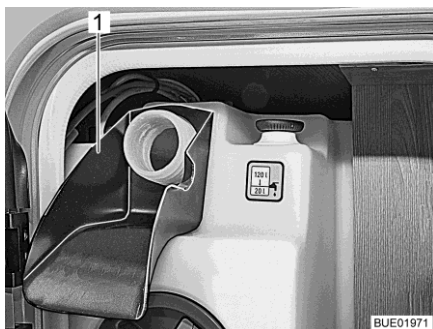

Bild 264 Påfyllningshjälp
- Stick in påfyllningshjälp (Bild 264,1) i påfyllningsöppningarna för dricksvatten.